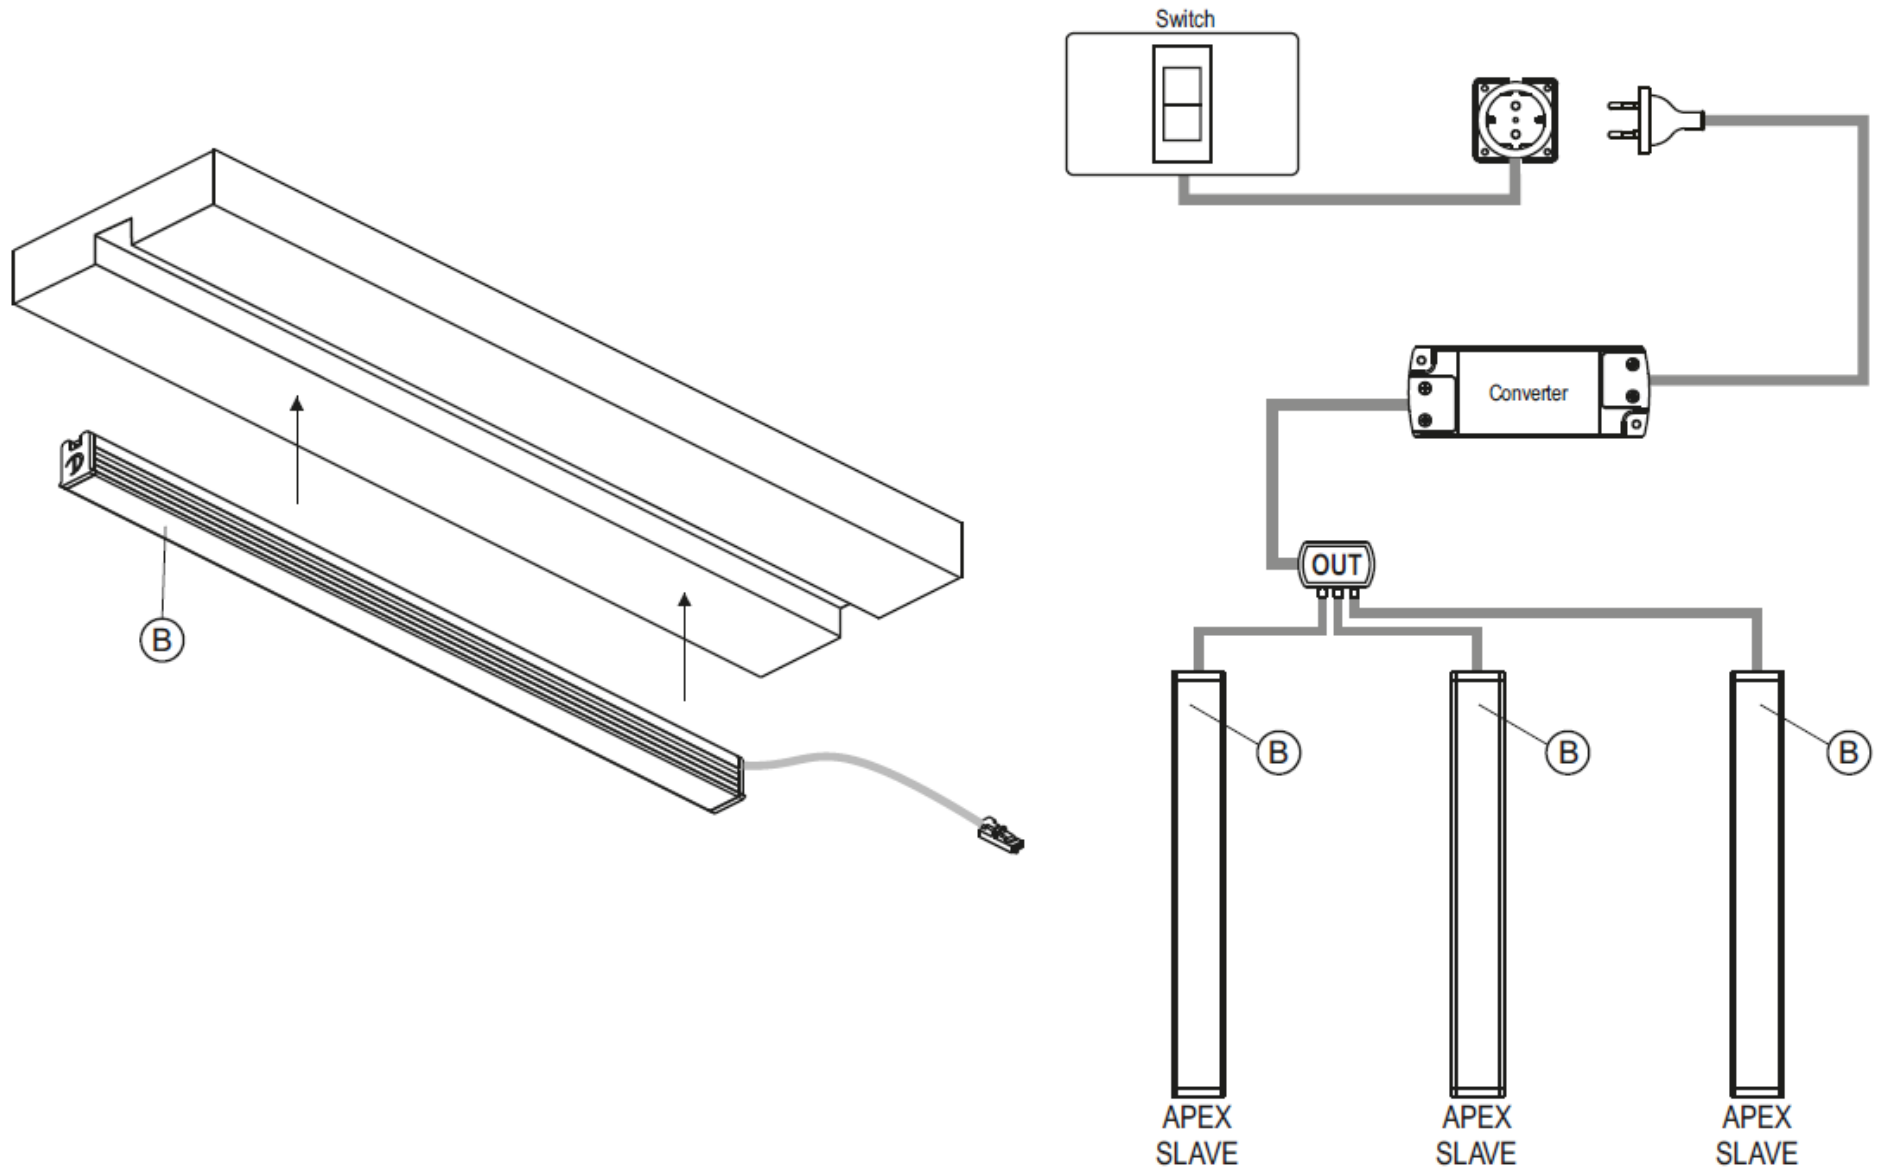

Fig.6
APEX SLAVE (B) ist eine Leuchte ohne Schalter, somit muss die Einschaltung über einen separat auf der Primärseite des Converters angeschlossenen Schalter erfolgen oder über eine gesteuerte Steckdose, wie in Abbildung 6 dargestellt.
APEX SLAVE (B) n'est pas doté d'interrupteur, donc la mise sous tension se fait par le biais d'un interrupteur séparé branché sur la bobine primaire du transformateur ou sur une prise commandée comme illustré dans la Fig. 6.